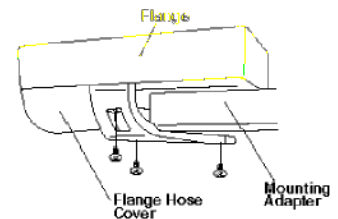

Fig.6-16 Fixing Flange Hose Cover
- D. Fixez le carter supérieur avec les 3 vis M5 (Fig.6-16)